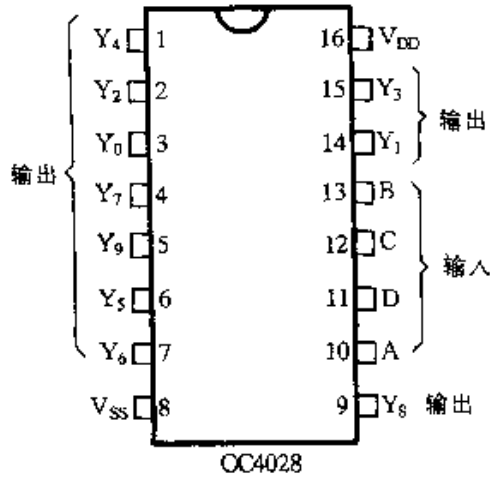

图 2-388
⑯ 图 2-388 所示为 BCD 码 - 十进制码译码器 CC4028 引脚功能图。CC4028 的功能是将 BCD 码 (8421 码) 译成十进制码。A ~ D 为四位 BCD 码输入端, $Y_0 \sim Y_9$ 为输出端。